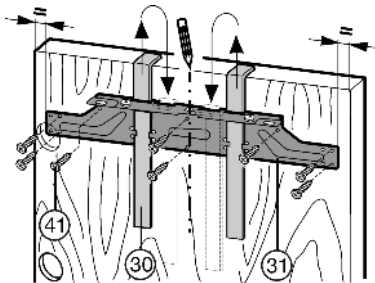

Fig. 21
- ▶ Allentare la traversa di fissaggio Fig. 21 (31) svitando i contro-dadi Fig. 21 (32).
- ▶ Sospendere la traversa di fissaggio Fig. 21 (31) servendosi degli attrezzi di montaggio Fig. 21 (30) sul lato interno dell'anta del mobile.
- ▶ Centrare la traversa di fissaggio Fig. 21 (31): disegnare sull'anta del mobile una lineetta al centro dell'anta e farvi coincidere la punta della freccia della traversa.
- ▶ Fissare la traversa di fissaggio Fig. 21 (31) con almeno 6 viti Fig. 21 (41).
- ▶ Fissare la traversa di fissaggio Fig. 21 (31) con 4 viti Fig. 21 (41) sul bordo.
- ▶ Estrarre gli attrezzi di montaggio Fig. 21 (30) verso l'alto e inserirli capovolti nelle aperture adiacenti.